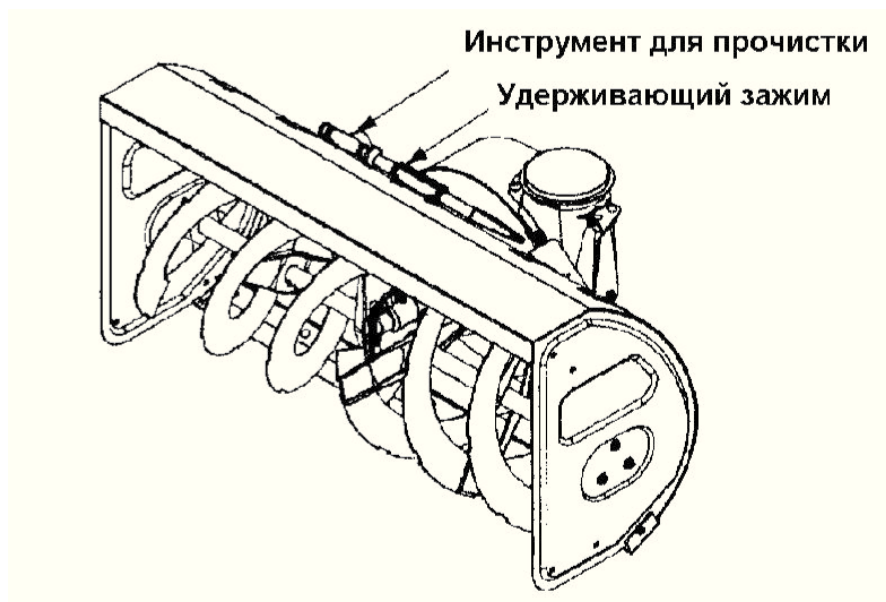

Рисунок 8
3. Снимите инструмент, высвободив его из крепежного зажима. Смотрите рисунок 8.
1. (Гусеничные снегоборщики). Установите рычаг регулировки положения снегоборщика (см. рис. 8, поз. 1) в положение III (транспортировка).
2. Установите рычаг переключения скоростей (6) в положение наибольшей передней скорости.
3. Нажмите на рычаг привода колес/гусениц (2) и сдвиньте снегоборщик вперед.
4. В момент передвижения снегоборщика установите рычаг переключения скоростей (6) в положение наибольшей задней скорости «R», а затем в положение наибольшей передней скорости.
6. Если в момент перемещения снегоборщика нажать на рычаг привода колес/шнека (2), то колеса/гусеницы должны заблокироваться. Если этого не произошло, то необходимо натянуть тросик привода колес/гусениц (см. раздел “Регулировка тросиков привода”).